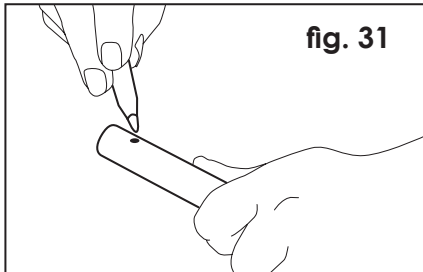

fig. 31
- d) Die Einstecktiefe des Rohres in den Fitting auf dem Rohr markieren (Maße dem technischen Handbuch der Schweißmaschine entnehmen) (**fig. 31**).